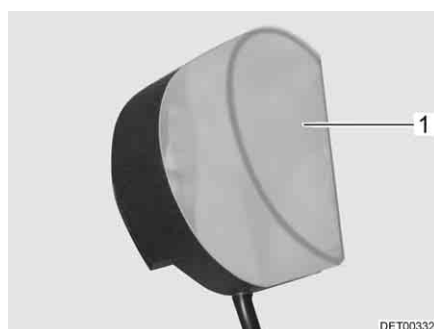

Fig. 94 Luci armadi guardaroba
- Comprimere leggermente e rimuovere la copertura della lampada (Fig. 94,1).